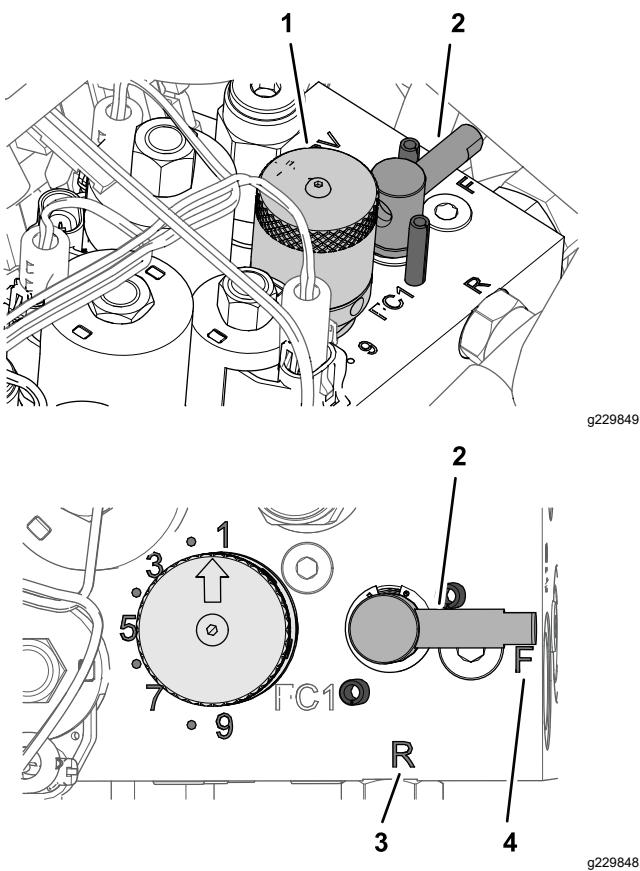

Figura 66
4. Gire la palanca de autoafilado a la posición R (Figura 66).
5. Gire el control de velocidad de los molinetes a la posición 1 (Figura 66).